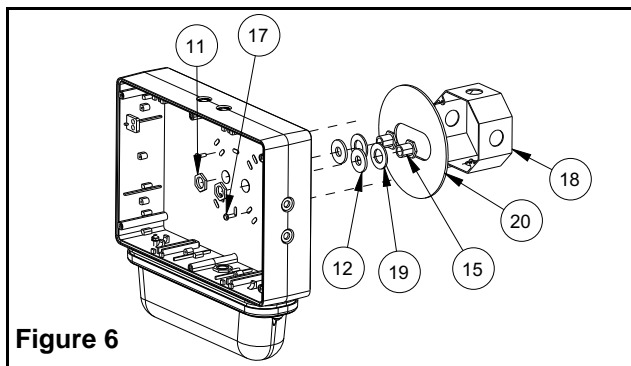

Figure 6
- a. Retirer la plaque arrière de l'emballage. Enlever les trous défonçables appropriés au montage à une boîte de jonction (voir fig. 6).
- d. Assembler les pièces 11, 12, 15 et 19 à la plaque arrière, (voir fig. 6, puis installer la plaque arrière au cadre à l'aide des vis inviolables (utiliser l'embout de tournevis fourni).